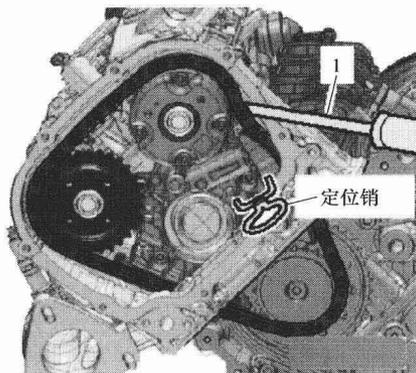

图 1-1-15
(7) 如图 1-1-15 所示，用一把螺钉旋具 1 向内按压左侧（或右侧）凸轮轴正时链条张紧器的滑轨到极限位置，用定位销卡住链条张紧器。